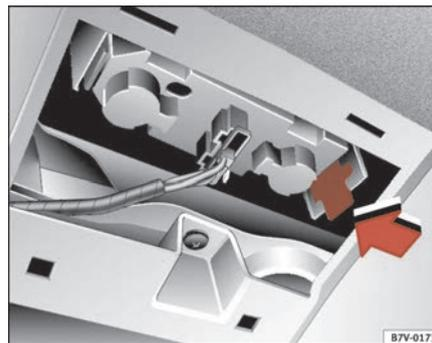

Fig. 166 Luci sul portellone posteriore
- Premere sulla linguetta elastica nel senso della freccia ⇒ fig. 166 ed estrarre il portalampage verso il basso.